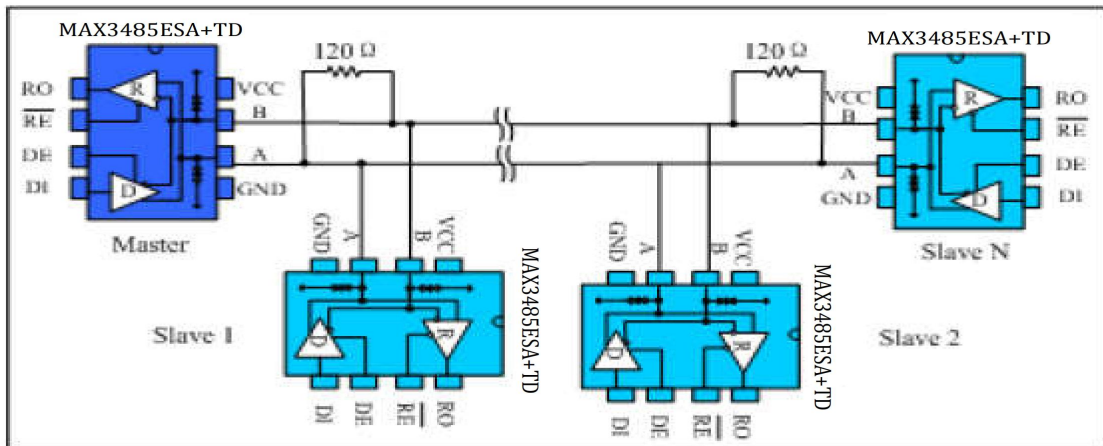

图 9 总线式 RS485 半双工通讯网络
4.1 总线式组网：MAX3485ESA+TD RS485 收发器设计用于多点总线传输线上的双向数据通信。图 9 显示了典型网络应用电路。这些器件也能用作电缆长于 4000 英尺的线性转发器，为减小反射，应当在传输线两端以其特性阻抗进行终端匹配，主干线以外的分支连线长度应尽可能短。